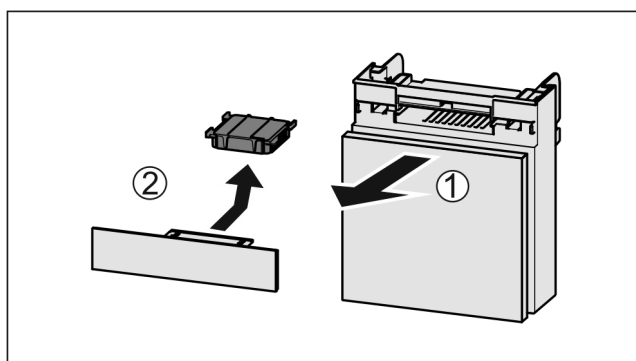

Fig. 72
- ▶ Вытянуть Fig. 72 (1) отделение движением вперед.
- ▶ Извлечение Fig. 72 (2) фильтра с активированным углем.